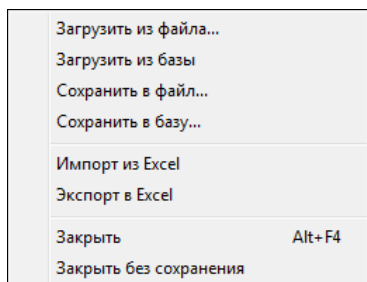

Рис. 4.58. Меню Файл
- ◆ **Файл** — общие операции с таблицей (рис. 4.58);